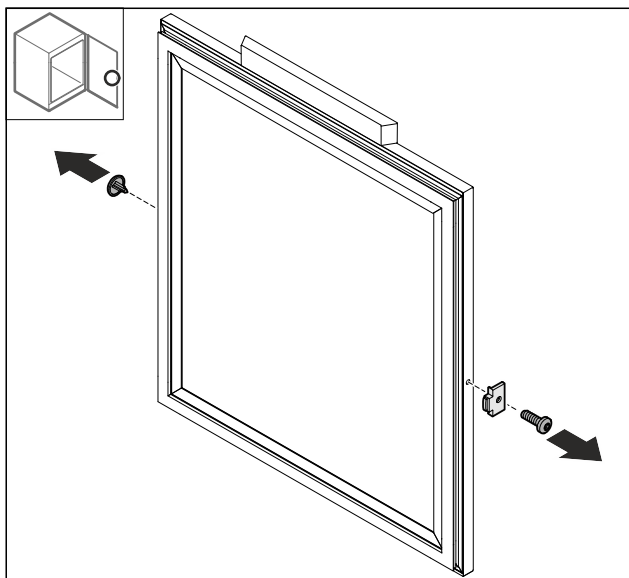

Fig. 48
- Odstraňte kryt Fig. 48 (1).
- Odmontujte dveřní zarážku Fig. 48 (2).